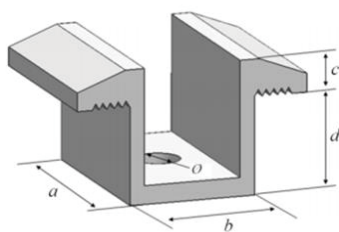
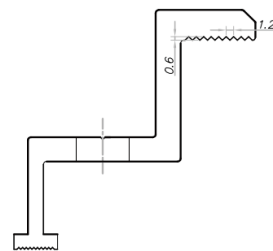

图 1 中间压块示意图
图 2 边压块横截面示意图
- ① 将光伏组件置于两条支架之上（不提供）。支架必须使用不锈钢材料或做过防腐处理（如热镀处理）。每块光伏组件至少需要 4 个压块去固定，在安装过程中，请勿让压块直接接触玻璃及让边框变形，否则会导致光伏组件破损。
- ② 务必避免因夹具形成的阴影对光伏组件造成遮挡效应。漏水孔不能被夹具遮挡。夹具必须与光伏组件边框保持至少 10mm 的重叠部分（保证光伏组件可靠安装的前提下可以变更夹具截面）。
- ③ 支架与光伏组件边框接触的上表面需有一个与 M8 螺栓匹配的凹槽。
- ④ 若支架上无凹槽，则需在上述提到的位置钻一个直径大小合适的孔，以便螺栓固定。
- ⑤ 确保每个压块的安装顺序为平垫圈、弹簧垫圈、螺母。
- ⑥ 图 1 所示为中间安装压块，图 2 所示为边缘安装压块及截面示意图。中间压块和边压块的尺寸为 $a \geq 50 \text{ mm}$, $b \geq 26 \text{ mm}$, $c \geq 5 \text{ mm}$, $d \geq 28 \text{ mm}$, $\varnothing = 9 \text{ mm}$ ，建议壁厚 $\geq 4 \text{ mm}$ ，当螺栓和螺丝为 8.8 等级时，推荐收紧扭矩为 17~23Nm。具体扭矩值请咨询安装商或支架供应商。
- ⑦ 为防止安装组件后脱框，建议选择边缘安装压块和中间安装压块与边框 A 面接触面均带有花纹槽结构的压块，花纹槽结构建议数量为 9 个左右，相邻花纹槽距离建议 1.2mm 左右，花纹槽深度建议 0.6mm 左右，如图 2 边压块横截面示意图所示。
- ⑧ 对于长度超过 2.2m 或者宽度超过 1.3m 的组件，推荐使用具有特殊防滑设计的压块，如有贴合边框 A 面弧形压合面，或者带有卡块结构设计等，压块需满足长度 $a \geq 60 \text{ mm}$ ，壁厚 $\geq 5 \text{ mm}$ ，材质 6005-T6， $Rp0.2 > 225 \text{ MPa}$ ， $Rm265 \text{ MPa}$ 。压块的技术要求及详细资料可咨询弘元售后服务团队。